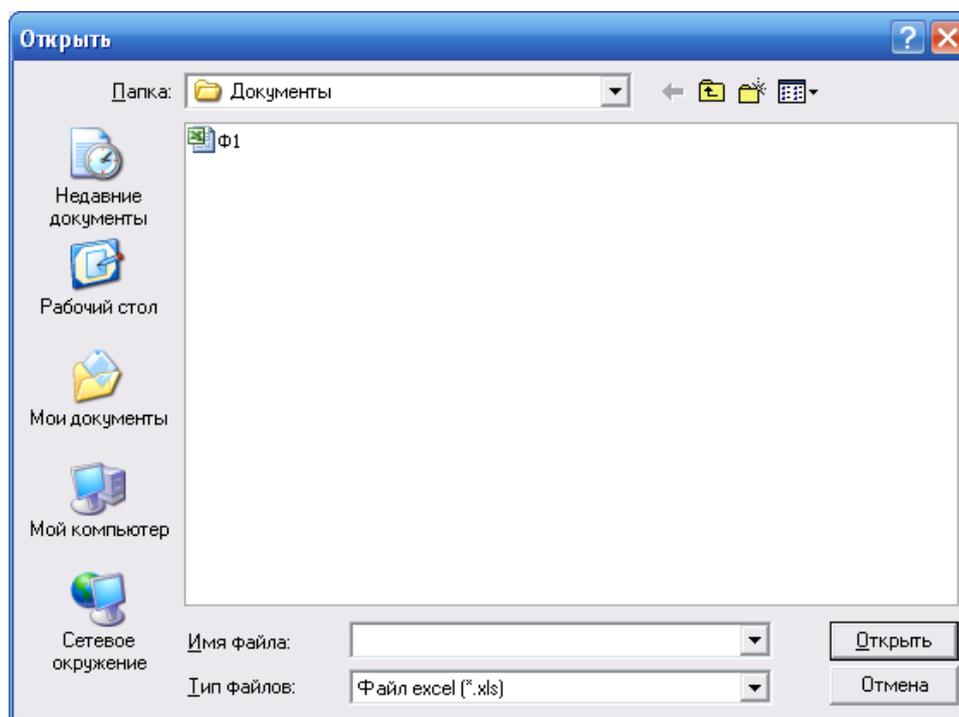

Рис. 2-30
3. В появившемся окне (рис. 2-30) выберите файл для загрузки.